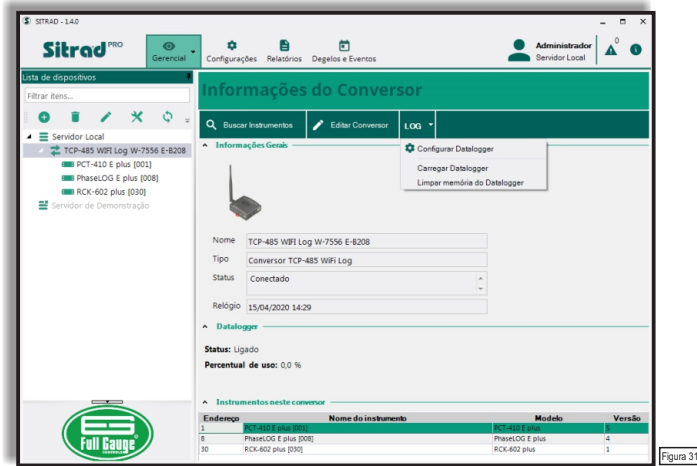
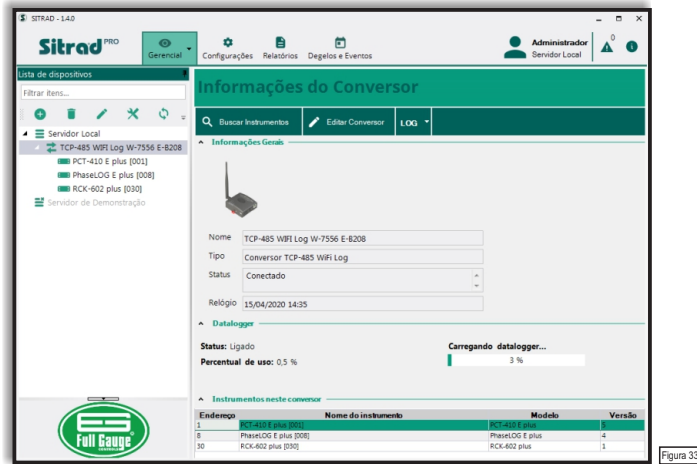
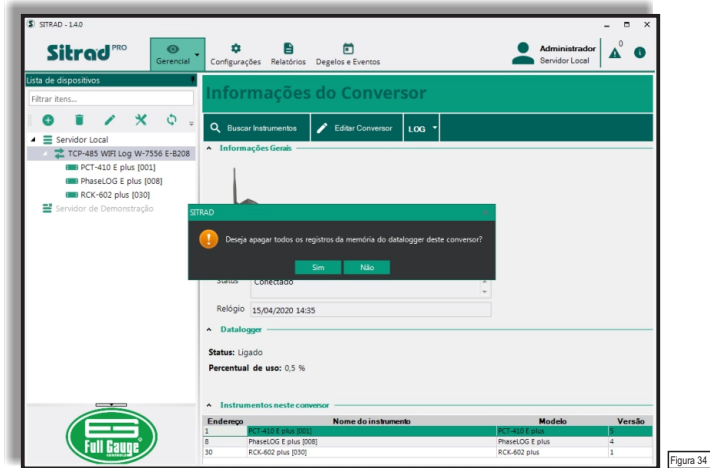

Figura 31
Figura 33
Figura 34
Passo 1: Selecione no meu árvore o conversor **TCP-485 WiFi Log**. Na guia **Informações do Conversor**, clique em **LOG** ➔ **Configurar Datalogger** (Figura 31).
Para carregar o Datalogger do conversor, selecione na guia **Informações do Conversor** (Figura 31) o menu **LOG** ➔ **Carregar Datalogger**. Na seção Datalogger, uma barra de progresso indica o processo e o percentual decorrido do carregamento do datalogger (vide Figura 33).
Para apagar os dados do Datalogger do conversor, selecione na guia **Informações do Conversor** (Figura 31) o menu **LOG** → Limpar memória do Datalogger. Uma janela é exibida confirmando a operação (Figura 34). Selecione **Sim** e todos os logs serão apagados da memória do conversor.